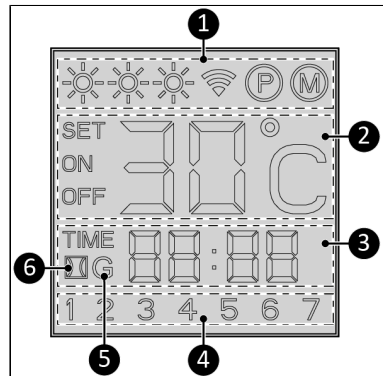

Abbildung 39.
Statusanzeige (Abbildung 39, Pos. 1):
Temperaturanzeige (Abbildung 39, Pos. 2):
Zeitanzeige (Abbildung 39, Pos. 3):
Tagesanzeige (Abbildung 39, Pos. 4):
Wi-Fi-Anzeige (Abbildung 39, Pos. 5):
Erkennung offenes Fenster (Abbildung 39, pos. 6):